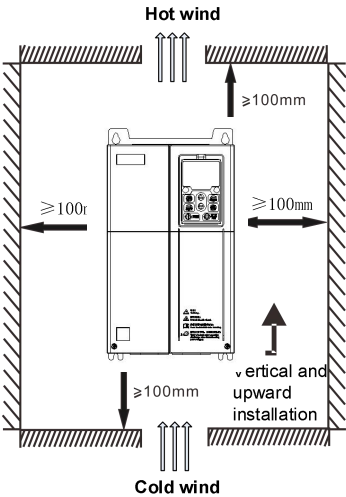

图3-1. 单体安装图
- 2) 安装空间遵照图3-1所示，保证驱动器的散热空间。但布置时请考虑柜内其它器件的散热情况。